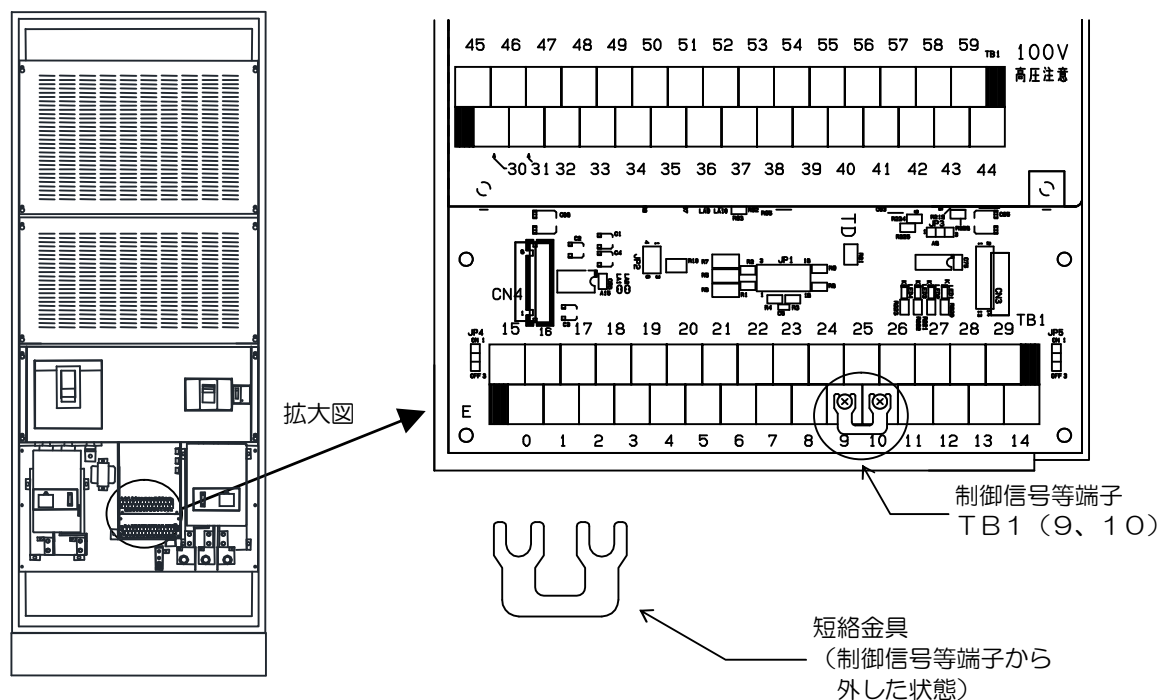

図6. 2 制御信号等端子TB1 (9、10) の位置
- ・無効電力同期信号の設定は図6. 2に示す制御信号等端子 TB1の(9、10) (プリント基板P5-2上)より行ってください(表6. 2参照)。